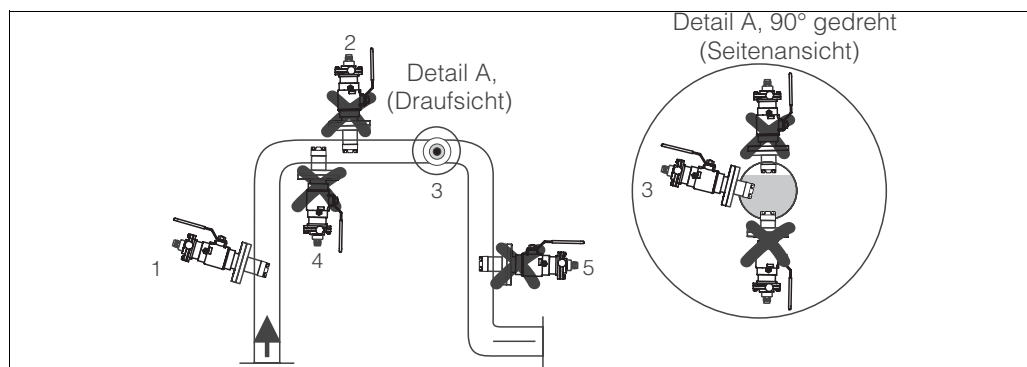

Abb. 13: Geeignete und ungeeignete Einbausituationen
- Installieren Sie die Armatur nicht an Stellen, wo sich Lufträume oder Schaumblasen bilden können (→ Abb. 13).